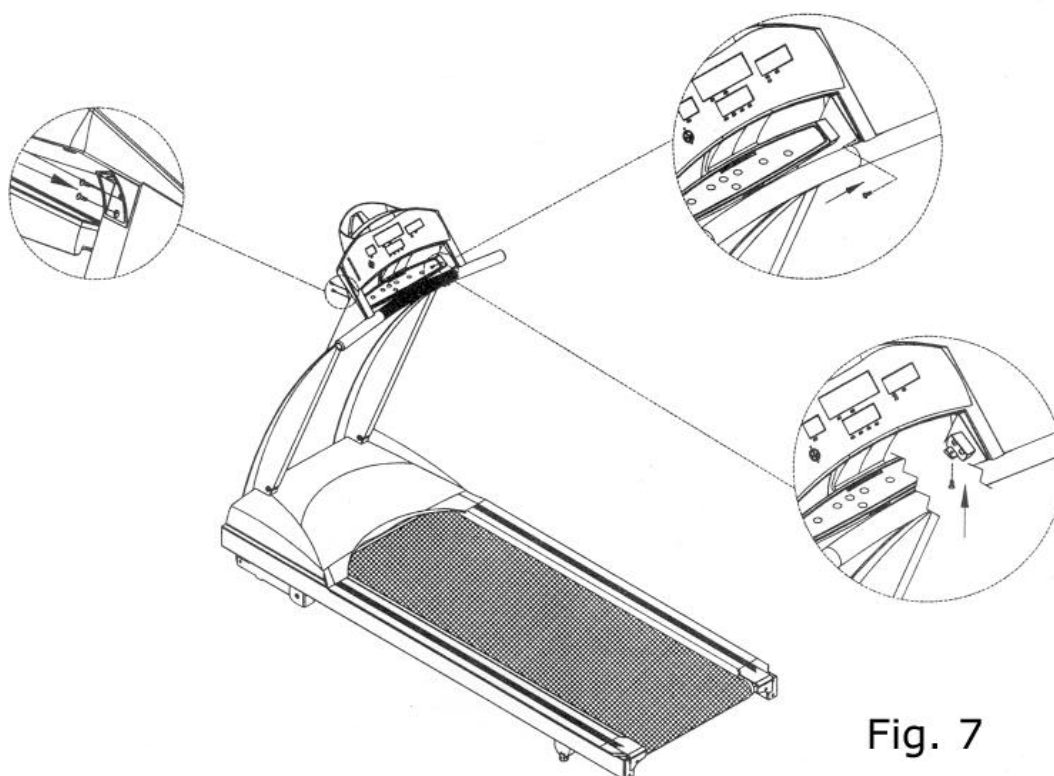

Fig. 7
8. Gebruik nu de schroevendraaier om alle schroeven goed vast te draaien. (zie fig. 7)